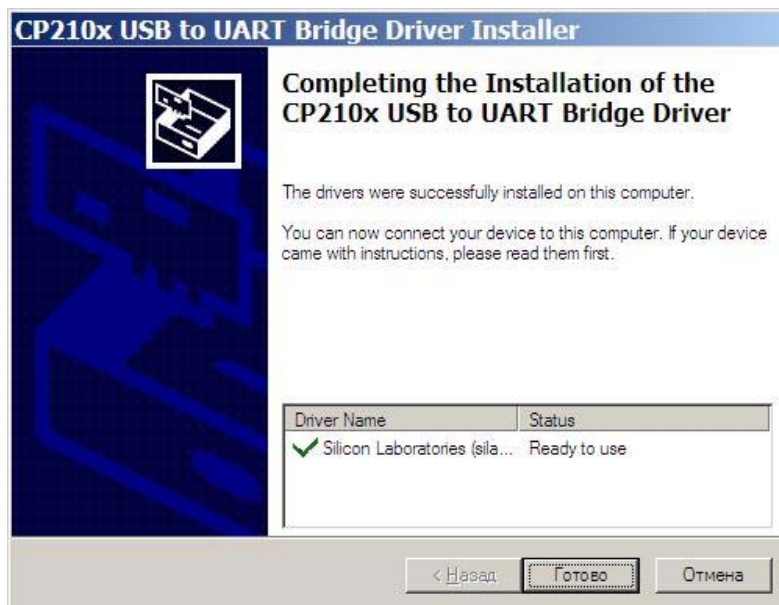

Рисунок 5.5 – Окно «CP210х...» (3)
5.3.6.5 Начнется установка драйвера. По окончании установки появится окно «CP210х...» (3) (см. рисунок 5.5).